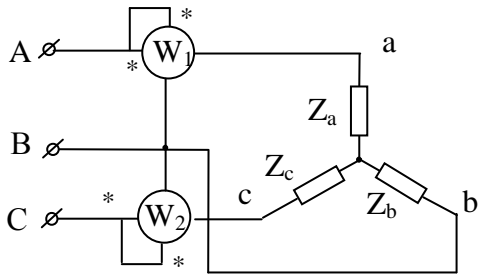

Рис. 3.5.7
3.5.7. Определить характер нагрузки и сопротивления фаз симметричного приемника соединенного звездой, изображенного на схеме рисунок 3.5.7, если линейное напряжение на входе схемы $U=380$ В, ток $I=4,4$ А и показания двух ваттметров равны $P_1=1665$ Вт, $P_2=707$ Вт.